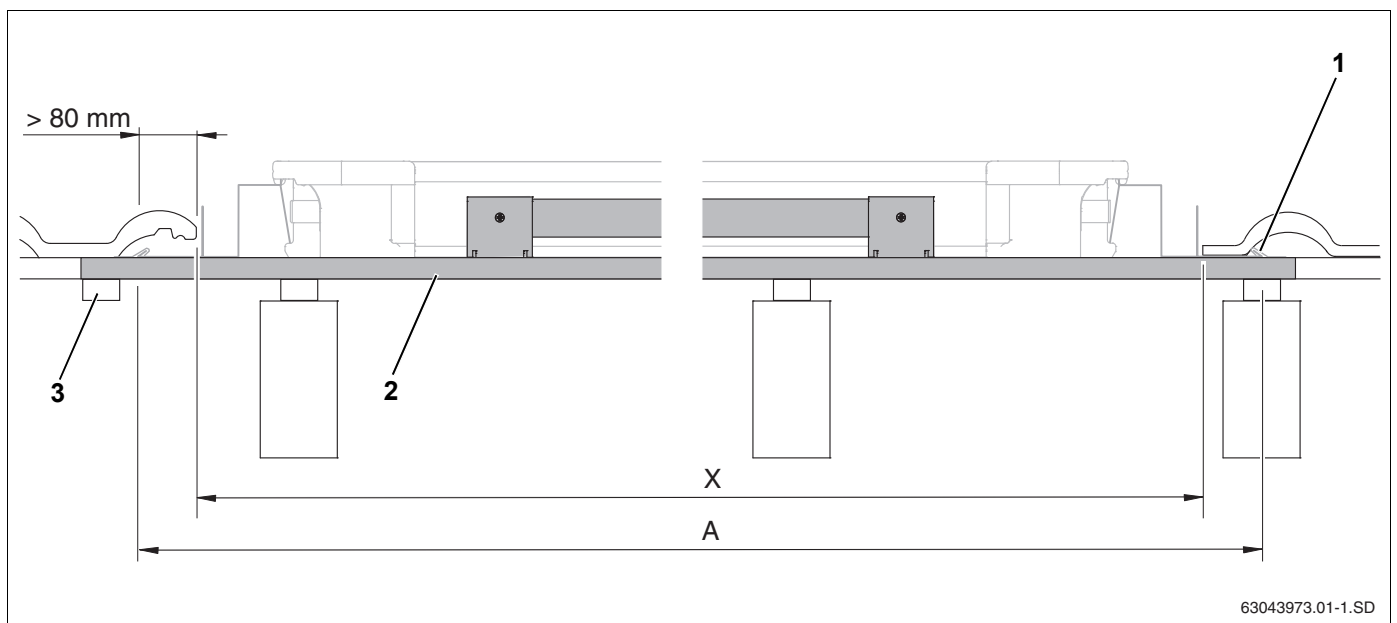
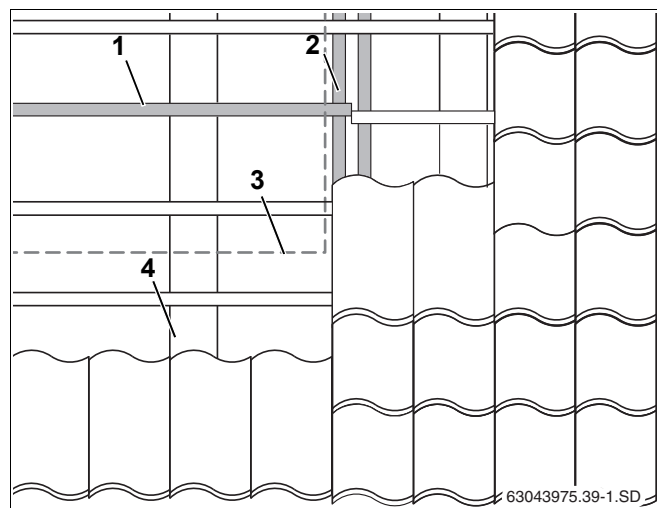

Рис. 9 Длина дополнительной обрешетки (здесь: первая рейка обрешетки внизу с креплением от сползания)
Рис. 13 Смещение обрешетки в области коллекторов
Минимальная длина дополнительной обрешетки (рис. 9, **поз. 2**) соответствует ширине поля коллекторов (таб. 5, стр. 14, размер А) плюс примерно 10 см для боковых прижимов (рис. 9, **поз. 1**).
- Закрепите стыки обрешетки на стропилах или прочно соедините с имеющейся обрешеткой крыши (рис. 9, **поз. 3** и рис. 13, **поз. 2**).
Если понадобится установить дополнительную обрешетку (рис. 13, **поз. 1**) в зоне уже существующей, то нужно существующую обрешетку сместить в зоне поля коллектора (рис. 13, **поз. 3**) и прочно закрепить (рис. 13, **поз. 2**).